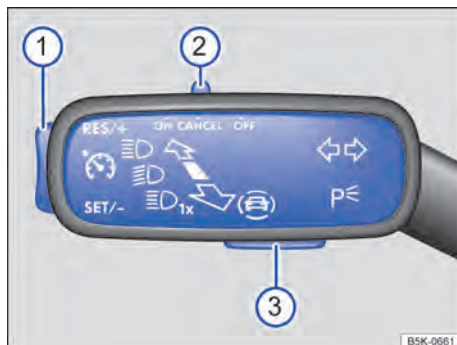

Fig. 137 À esquerda na coluna de direção: interruptores e botões para comandar o limitador de velocidade.
- Empurrar o interruptor → Fig. 137 ② para a posição **ON**.